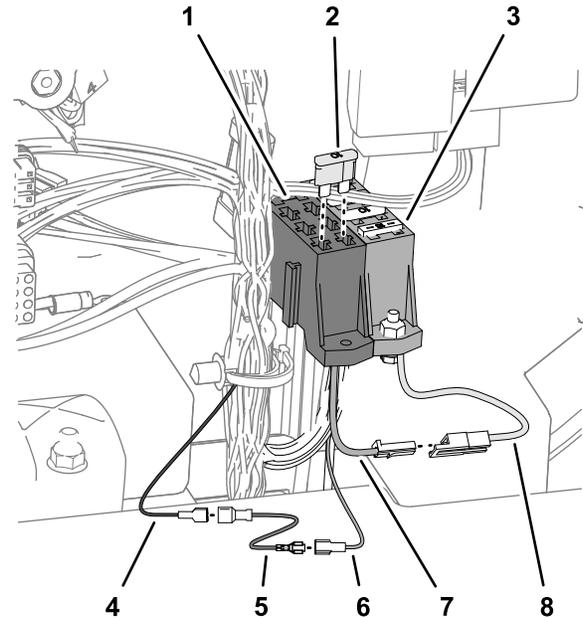

Figura 42
1. Montate il portafusibili del cablaggio preassemblato aggiuntivo (n. cat. 92-2641) nel portafusibili della macchina (Figura 42).
2. Collegate il portafusibili del cablaggio preassemblato (n. cat. 92-2641) al portafusibili della macchina (Figura 42) nel modo seguente:
3. Collegate il cablaggio dell'avviamento a chiave (n. cat. 107-0672) al filo del portafusibili del cablaggio (n. cat. 92-2641) (Figura 42) nel modo seguente:
4. Collegate il cablaggio dell'avviamento a chiave (n. cat. 107-0672) al filo dell'alimentazione ausiliaria del cablaggio del kit Polar Trac (Figura 42) nel modo seguente:
5. Montate il fusibile (10 A) nello slot del portafusibili (Figura 42).